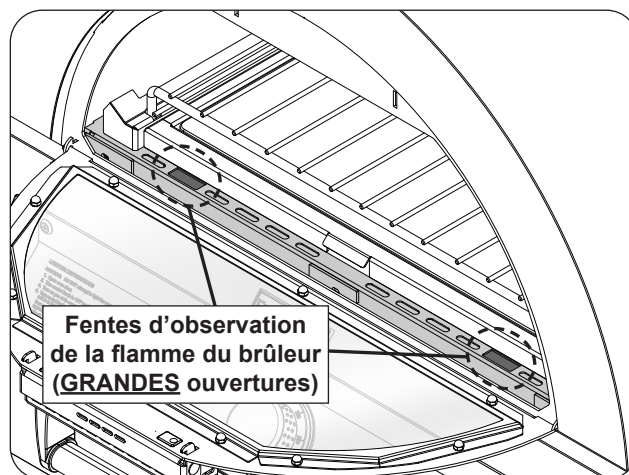

Fig. 30-2 Fentes de visualisation de la flamme du brûleur
**Important:** Inspectez visuellement les flammes du brûleur via les deux fentes rectangulaires d'observation des flammes (voir Fig. 30-2).
**ATTENTION:** Si les brûleurs ne s'allument pas dans les dix (10) secondes suivant l'activation du bouton de commande, tournez-le à la position **OFF**. ATTENDRE CINQ (5) MINUTES avant de répéter l'étape 4. Si vous sentez une odeur de gaz, suivez les instructions sur la couverture de ce manuel. Si les brûleurs ne s'allument toujours pas après plusieurs tentatives, éteignez le système et contactez un technicien de service professionnel qualifié.